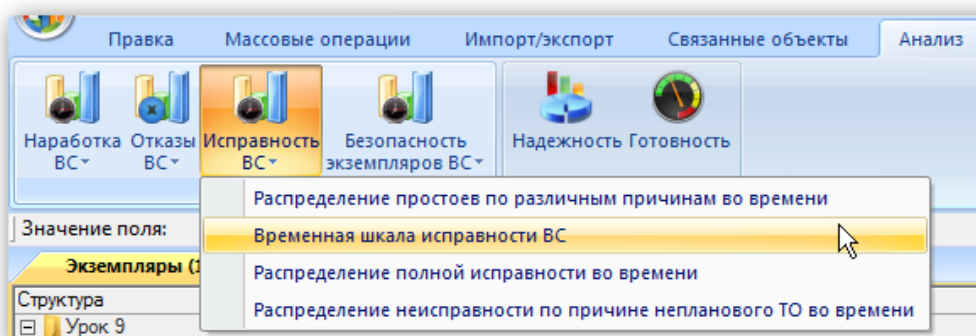

Рис. 13-381 – Выбор диаграммы по исправности
- 3) Нажать кнопку «Исправность ВС» панели «Диаграммы» на вкладке «Анализ» и выбрать пункт «Временная шкала исправности ВС» (рис. 13-381).